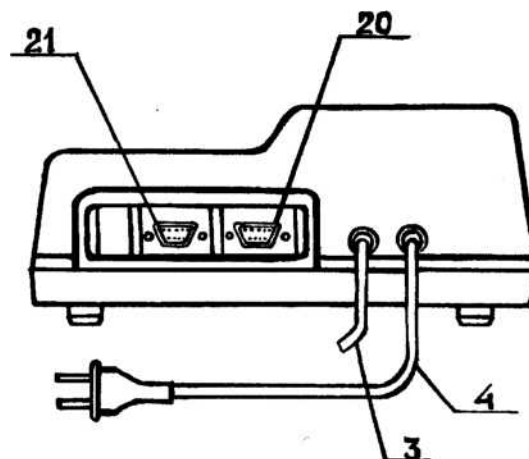

Рис. 4. Задняя стенка корпуса пульта питания аппарата.
- 5.1.4. На задней стенке корпуса пульта питания (рис. 4) размещены: выводы электрического шнура 3 терминала и сетевого кабеля питания 4; разъем 21 «RS-232» для подключения аппарата к компьютеру; разъем 20 для подключения дополнительных терминалов.
8.11. В случае использования дополнительных терминалов — ДТ (дополнительного терминала, синхронизированного с основным), КТ (с излучателями красного света), МТ (матрица высокой мощности), КВЧ (для КВЧ-терапии), ДТ-ВЛОК (для внутривенного облучения крови) — поставляемых Заказчику по дополнительному требованию, эти терминалы перед включением аппарата в сеть должны быть подключены к технологическому разъему аппарата 20 (рис. 4). В дальнейшем работа двух терминалов осуществляется либо синхронно**) (терминал ДТ), либо независимо друг от друга (КТ, МТ, ДТ-ВЛОК, КВЧ), при этом параметры воздействия терминалов устанавливаются непосредственно на них.